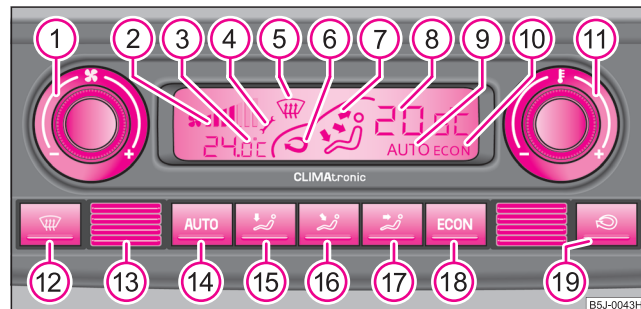

Fig. 96 Climatronice: Elementele de comandă
- Apăsați tasta **AUTO** ⇒ pagina 106, fig. 96.
Apăsați și mențineți apăstate tastele **ECON** și **AUTO** ⇒ pagina 106, fig. 96. Pe display se afișează datele în unitatea dorită de măsură a temperaturii.
- Apăsați tasta  ⇒ pagina 106, fig. 96.
- Rotiți regulatorul ① ⇒ pagina 106, fig. 96 spre stânga (reducerea turației) sau spre dreapta (mărirea turației).